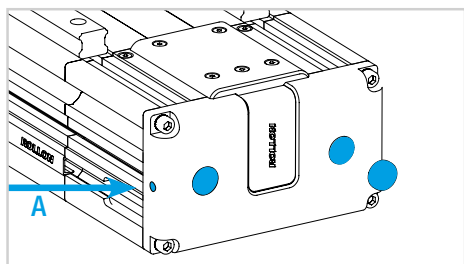

Fig. 9
- 10) Rimuovere i tappi di protezione sulle viti di fissaggio e allentare le viti corrispondenti alla lettera A (Fig.9).